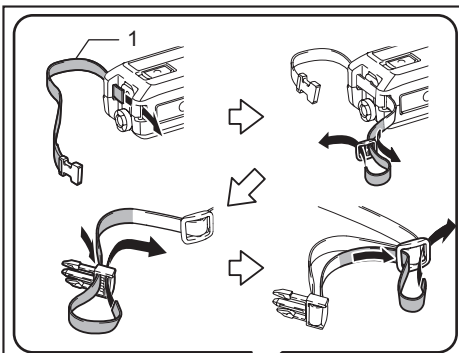

Fig.5
► **Fig.5:** 1. Band 2. Hook 3. Clamping screw